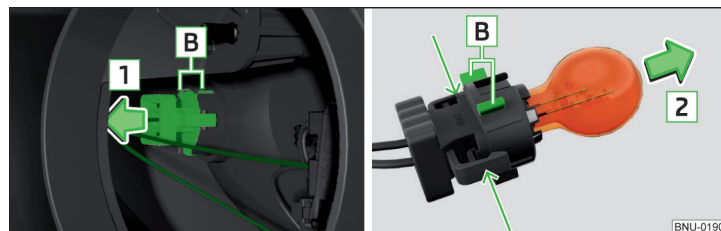

Fig. 340 Înlocuirea becului luminii de semnalizare față
- › Scoateți dulia împreună cu becul, prin mișcări pendulatorii, în sensul săgeții **1** » fig. 340.